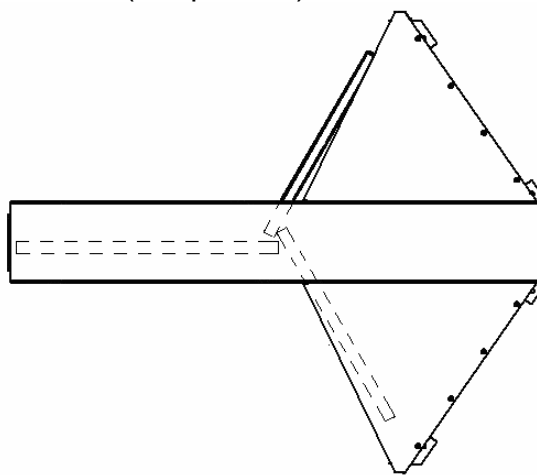

Рисунок 12. Исходное положение створок турникета (вид сверху) для шлюзовых режимов работы
- Для обеспечения возможности работы турникета в **шлюзовых** режимах перекройте зону прохода **двумя** створками в направлениях к опорным стойкам секций (6) и (7) с блоками индикации (см. рис. 12).